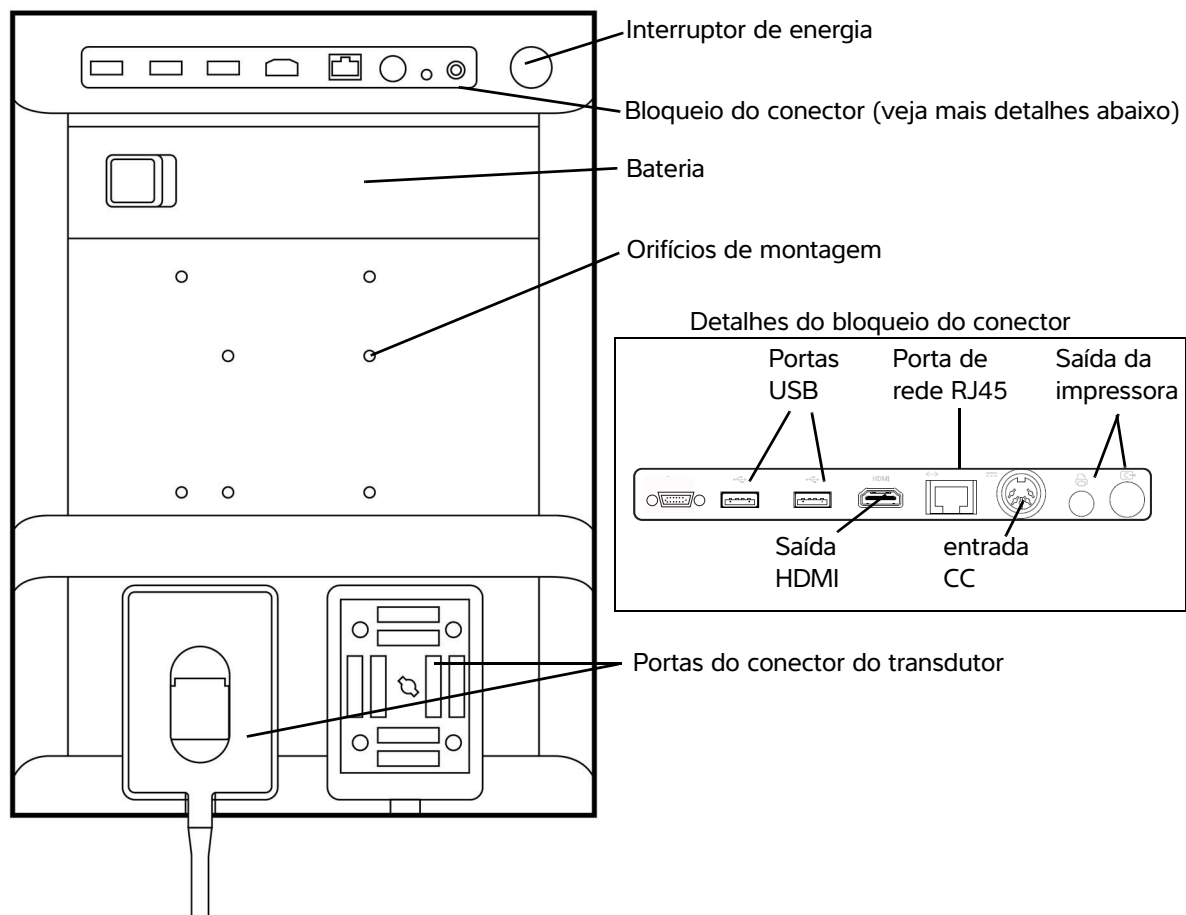

Figura 2-1 Parte posterior do sistema
- 1 Ligue o sistema. Para localizar o interruptor de energia, consulte Figura 2-1 na página 2-2.
A parte traseira do sistema possui compartimentos para a bateria e dois transdutores, bem como conectores para dispositivos USB, cabos de alimentação, cabos de rede, entre outros. Consulte Figura 2-1.
- 1 Conecte o cabo de alimentação de corrente contínua (CC) da fonte de alimentação ao conector de energia do sistema. Consulte **Figura 2-1** na página 2-2.
❖ Pressione o interruptor de energia. Consulte **Figura 2-1** na página 2-2.
Insira o dispositivo de armazenamento USB em uma porta USB no sistema. Consulte Figura 2-1 na página 2-2. O dispositivo de armazenamento USB está pronto quando o ícone USB é exibido.